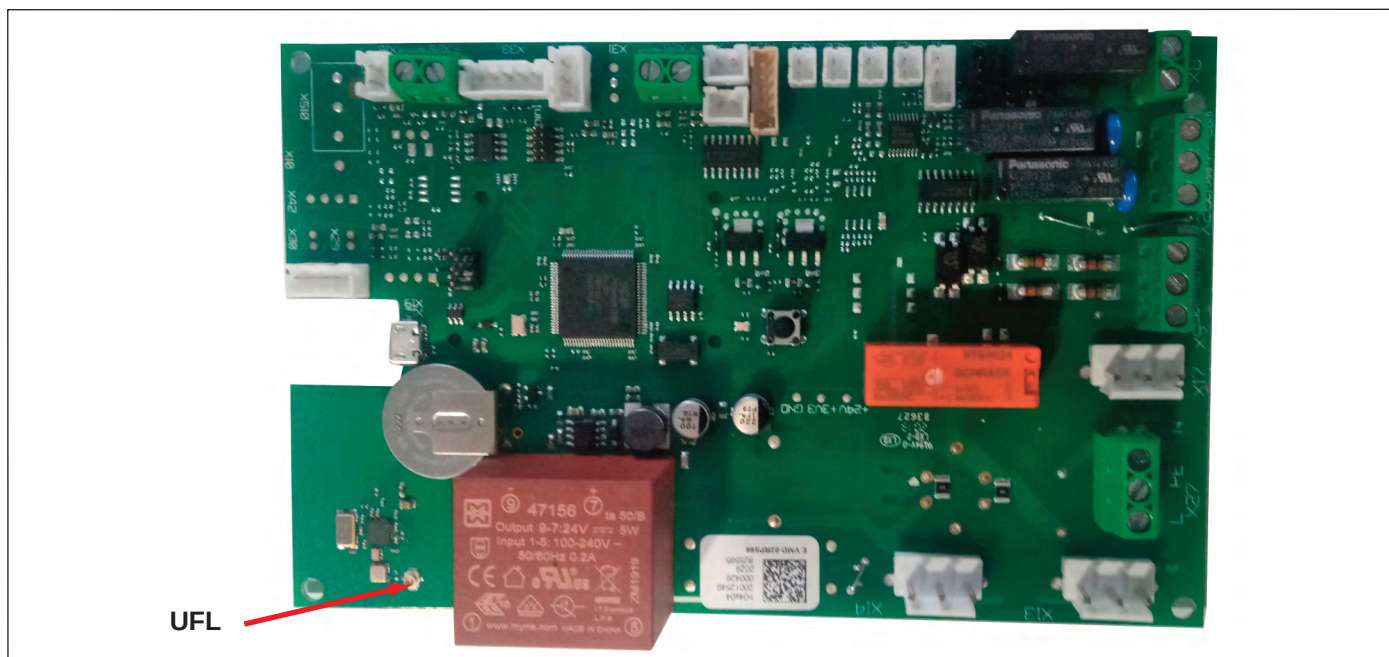

Fig. 17
- Collegare il filo dell'antenna alla scheda mediante il connettore UFL (fig. 17).
- Connect wire to electrical board in prepared UFL connector (fig. 17).